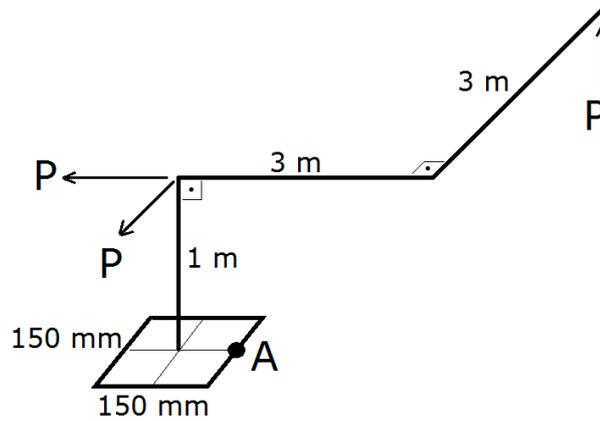

Figura 5
7. Determine o máximo valor da carga  $P$  para que a tensão de von Mises no ponto A, indicado na Figura 5, não ultrapasse 200 MPa.